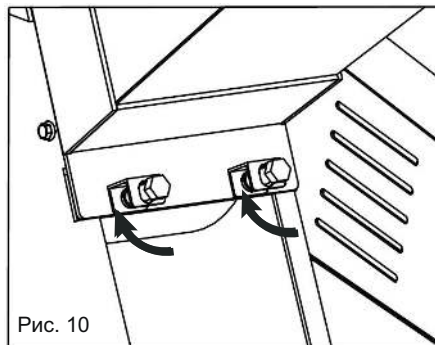

Рис. 10
3. Надежно затяните два болта гаечным ключом на 13 мм, по часовой стрелке (рис. 10).